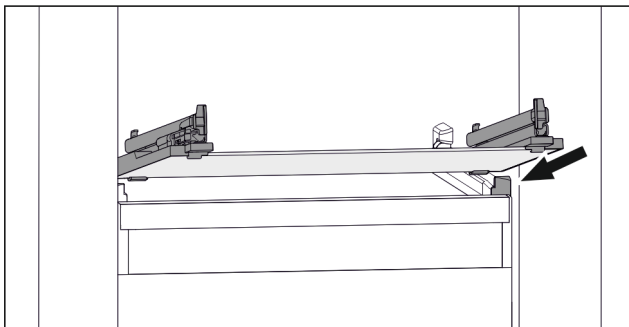

Fig. 40 Beispielhafte Darstellung der Glasplatte
- ▶ Glasplatte schräg hinter den Stopperrahmen aufsetzen. (siehe Fig. 40)